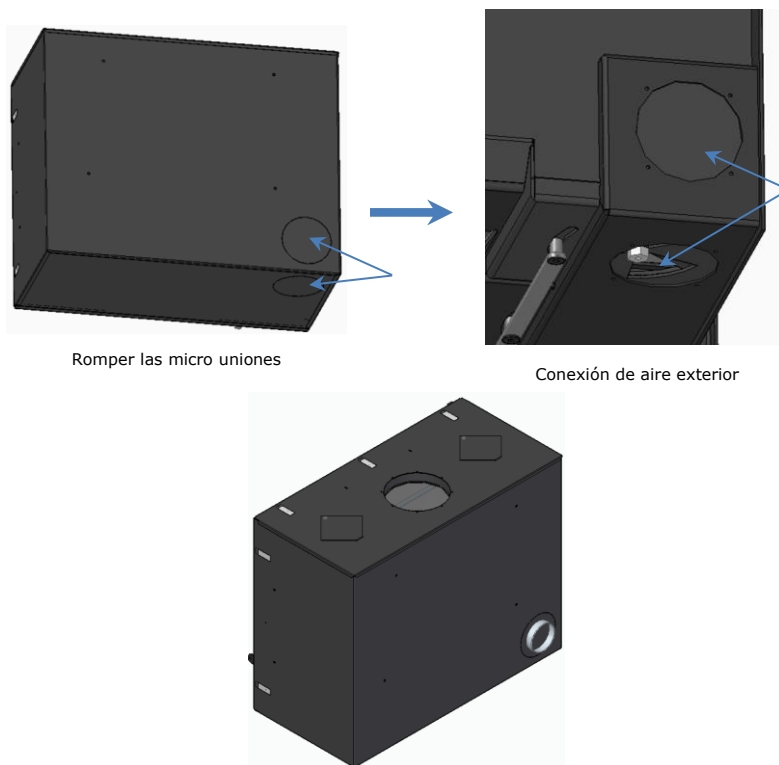

Figura 13 - Conexión de aire exterior
* El equipo también viene con una toma de aire para la combustión tapada en la parte trasera, las estufas Back Box Eco y Back Box Slim Eco sólo tienen esta entrada de aire. Si quiere instalarla al aire exterior, tendrá que romper las micro uniones de las tapas y hacer la conexión a una de las opciones de toma de aire, por la parte trasera o por la parte inferior, si elige la parte trasera, tendrá que cambiar la tapa, pasándola a la parte inferior, Figura 13.